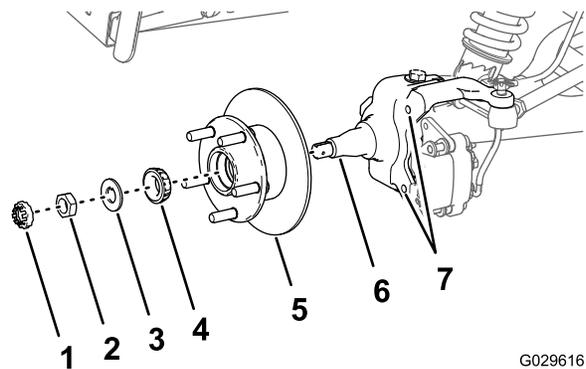

Bild 32
- Fetten Sie die Spindel leicht mit der angegebenen Fettsorte ein (Bild 32).
- Montieren Sie die Radnabe und den Drehzylinder an der Spindel mit dem Drehzylinder innen (Bild 32).
- Montieren Sie das Außenlager an der Spindel und setzen das Lager auf den äußeren Lagerring (Bild 32).
- Legen Sie die Nasenscheibe auf die Spindel (Bild 32).
- Schrauben Sie die Spindelmutter auf die Spindel und ziehen die Mutter an, während Sie die Radnabe drehen (Bild 32).
2. Fluchten Sie die Bremsbeläge mit jeder Seite des Drehzylinders (Bild 28) und die Löcher in der Bremsbackenhalterung mit den Löchern im Bremshalter des Spindelrahmens aus (Bild 32).